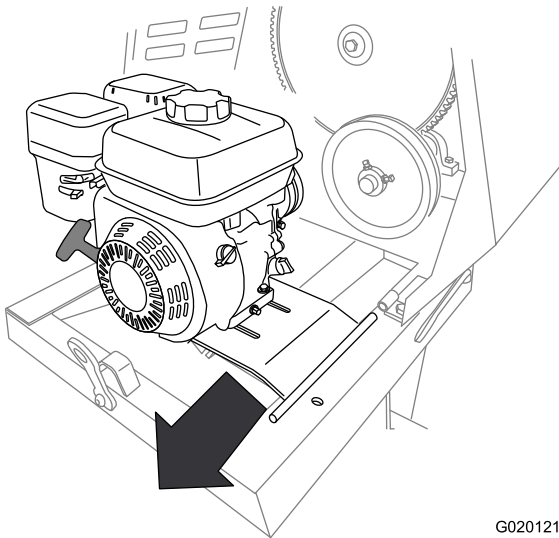

Figure 52
8. Poussez le plancher moteur en arrière et sortez-le du support de charnière avant (Figure 52).
9. Déposez le moteur et le plancher moteur de la machine (Figure 52).
2. Alignez le pivot du plancher moteur sur le support de charnière avant (Figure 52).
3. Poussez le plancher moteur en avant et le pivot dans le support de charnière avant (Figure 52).
4. Alignez le support de charnière arrière sur le pivot de la charnière du plancher moteur (Figure 52).